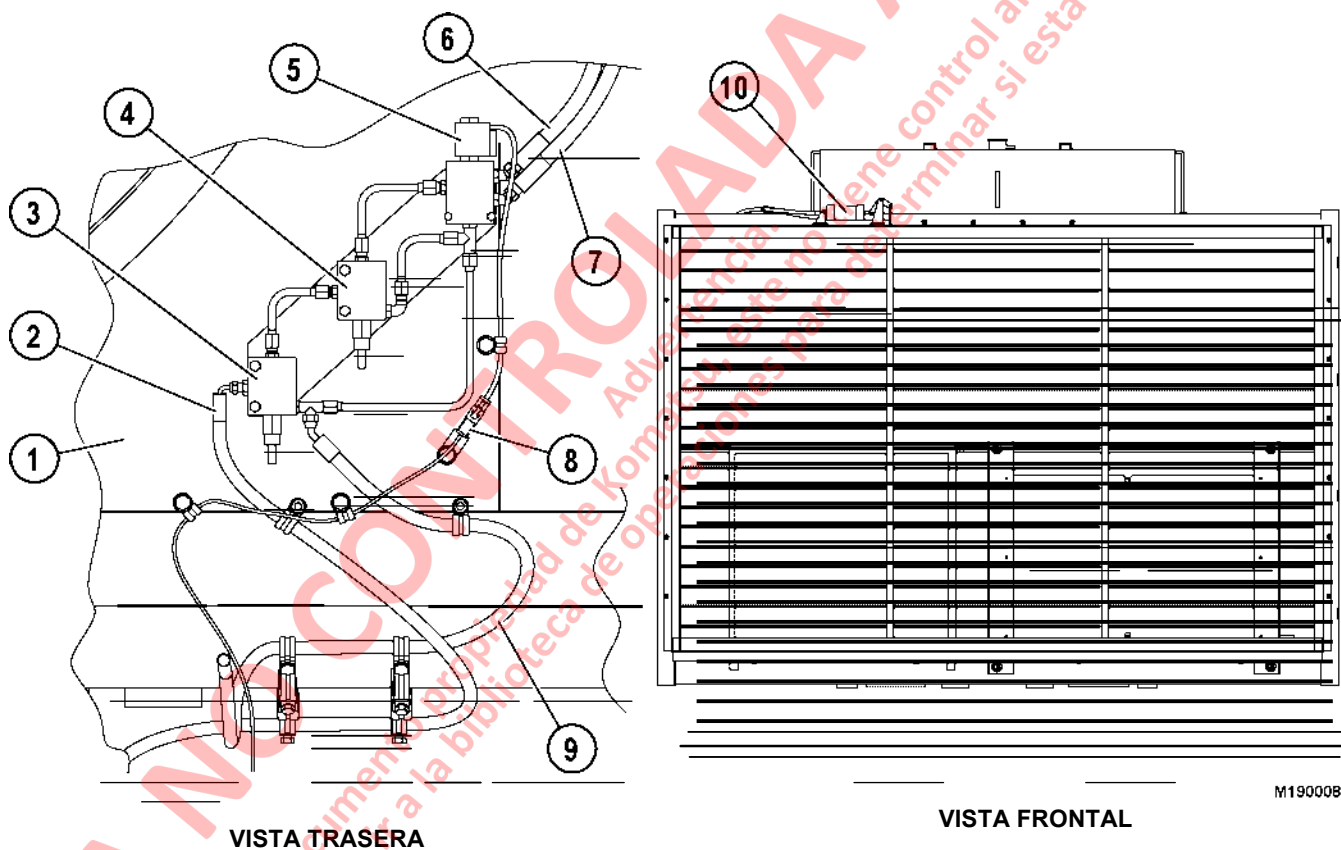

FIGURA 19-1. VALVULAS DE SUMINISTRO DE ACEITE DEL CILINDRO DEL ACCIONADOR DEL OBTURADOR
La presión de aceite hidráulico que opera el cilindro del accionador del conjunto del obturador es suministrada desde el circuito de dirección del camión. La manguera (2, Figura 19-1), que está conectada a un fitting en "T" en el puerto de suministro de la bomba del sistema de lubricación automática, lleva el aceite a una válvula reductora de presión (3). Esta válvula reduce la presión del circuito de la dirección de 24.132 kPa (3500 psi) a 10.342 kPa (1500 psi). La presión se reduce aún más a 517 kPa (75 psi) mediante la válvula reductora de presión (4). Esta válvula suministra el aceite a la válvula solenoide del obturador (5) para presurizar el extremo del cabezal del cilindro accionador del obturador (10), que cierra los obturadores durante el calentamiento del motor. Cuando a los obturadores se les indica abrirse, la válvula solenoide se desenergizará y el carrete cambiará para dirigir el aceite al extremo del vástago del cilindro accionador. El aceite retorna al estanque hidráulico a través de la manguera (9).
La válvula solenoide (5, Figura 19-1) y las válvulas reductoras de presión (3) y (4) en el circuito hidráulico vienen ajustadas de fábrica y no son ajustables. Si una válvula se vuelve inoperativa, cambie la válvula completa y el conjunto del cuerpo.